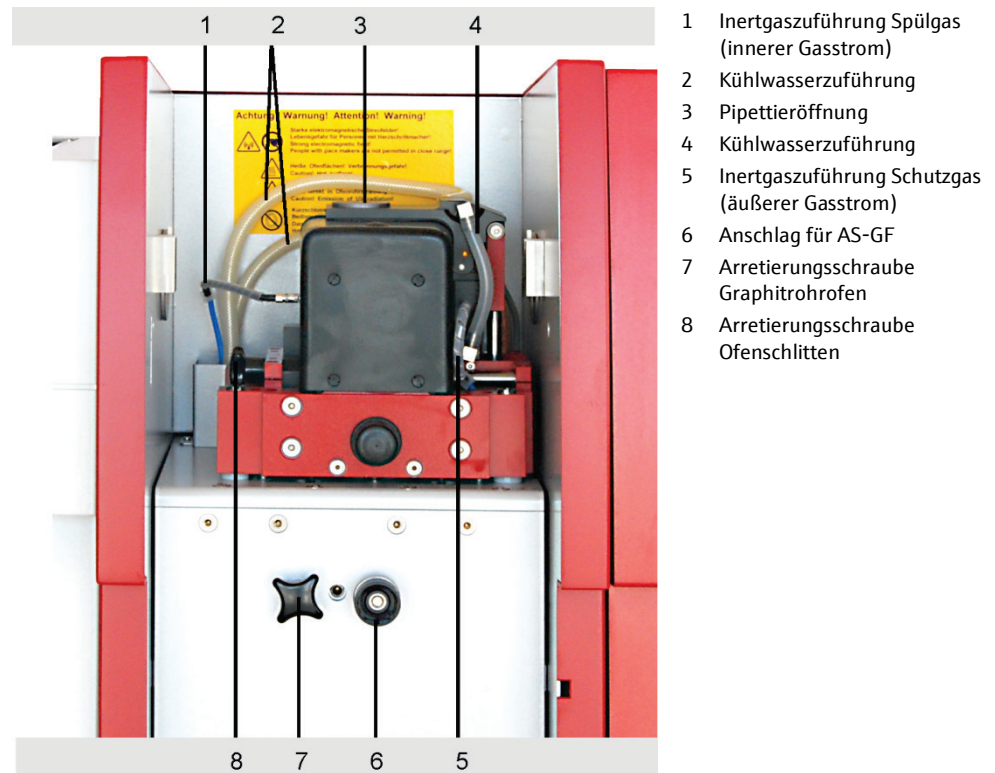

Bild 47 Arretierungsschrauben Graphitrohrfen
1. Die Arretierungsschraube (Kreuzgriffschraube, 7 in Bild 47) für den Graphitrohrofen lösen.